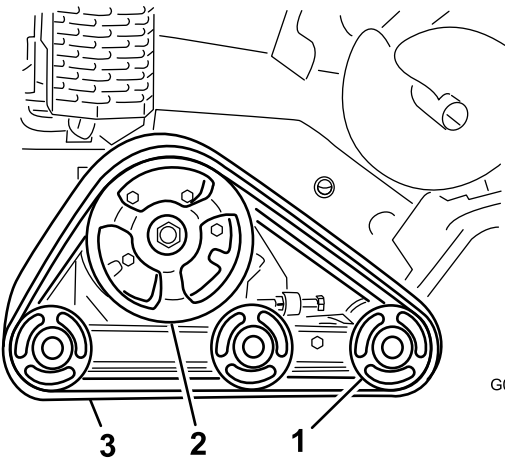

Figura 44
**Importante:** Asegúrese de limpiar completamente las ruedas de rodaje y la rueda motriz (Figura 44). Las ruedas de rodaje deben rodar libremente cuando están limpias.